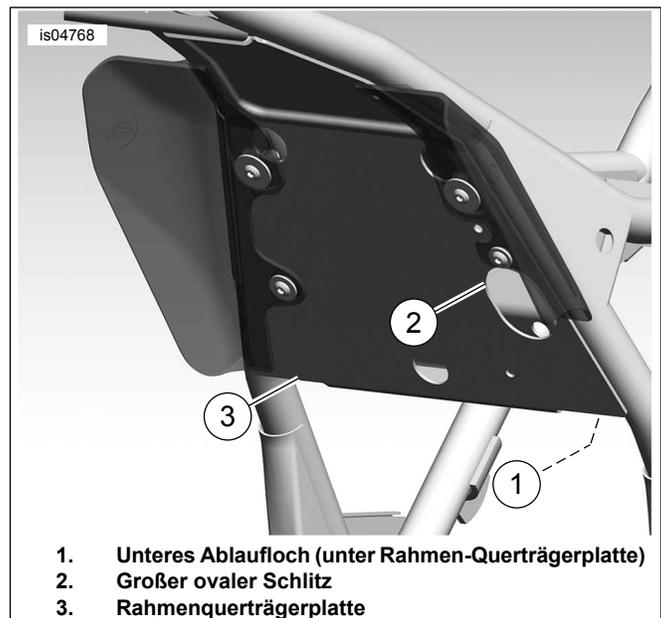

Abbildung 8. Führung des Rückenlehnenkabels durch den Rahmen (Modelle 2008 abgebildet)
14. Siehe Abbildung 8 >. Führen Sie das Rückenlehnenkabel durch die große Öffnung in der Halterung des Einstellgriffs, dann durch den großen ovalen Schlitz (2) in der Rahmenquerträgerplatte (3) und nach unten durch das untere Ablaufloch (1), das sich in der unteren Ecke der Rahmenquerträgerplatte an der Stelle befindet, wo die Querträgerplatte auf den Heckrahmen trifft.